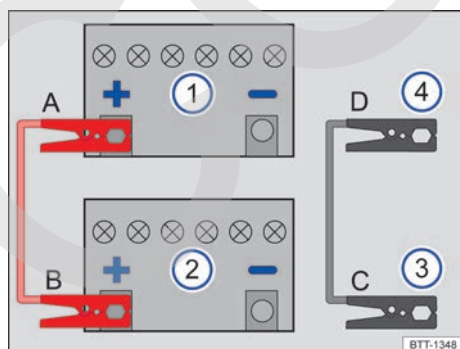

Fig. 202 Esquema para la conexión de los cables de arranque.
Leyenda de la fig. 202:
Los cables de arranque solo se deberán conectar siguiendo el orden A – B – C – D → fig. 202.
- Conecte un extremo del cable de arranque rojo al polo positivo (+) del vehículo con la batería de 12 voltios descargada → fig. 202 ① → ⚠.
- Conecte el otro extremo del cable de arranque *rojo* al polo positivo (+) de la batería de 12 voltios del vehículo que suministra la corriente → fig. 202 ②.
- Conecte un extremo del cable de arranque *negro* → fig. 202 ③ preferentemente a una toma para la ayuda de arranque (terminal de masa); de lo contrario, al bloque motor o a una pieza de metal maciza atornillada fijamente al bloque motor.
- Conecte el otro extremo del cable de arranque *negro* → fig. 202 ④ preferentemente a una toma para la ayuda de arranque (terminal de masa) del vehículo con la batería de 12 voltios descargada; de lo contrario, al bloque motor o a una pieza de metal maciza atornillada fijamente al bloque motor → ⚠.
- Desconecte los cables de arranque únicamente en el orden **D – C – B – A** → fig. 202 con los motores en marcha.